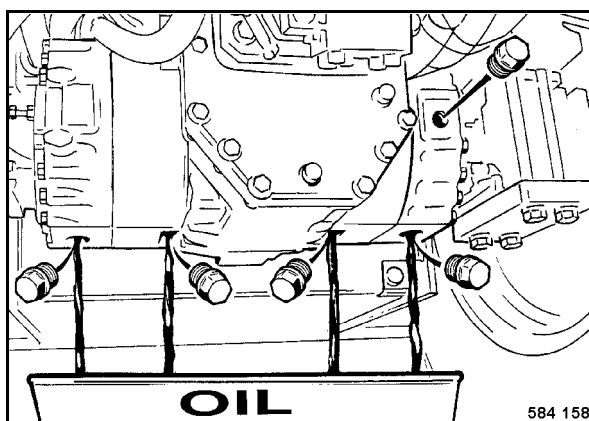

Fig. 194
- Limpiar y desenroscar todos los tapones de control y de descarga (Fig. 194).